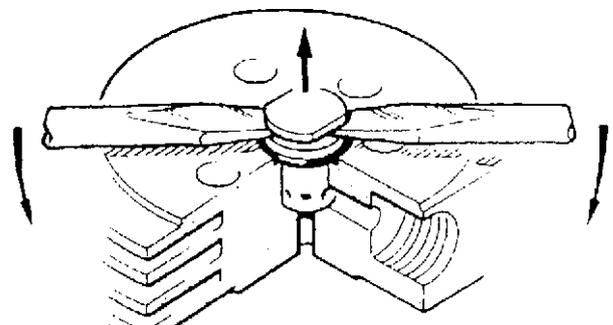

Abb. 9.3 Druckventil 3. Stufe, Ausbau
- Hutmutter (1) abschrauben und den freigewordenen Gewindestift (3) einige Umdrehungen lösen.
- Die Innensechskantschrauben, mit denen der Ventilkopf (7) befestigt ist, herausschrauben. Ventilkopfdeckel (8) abnehmen.
- Zwei Schraubenzieher in die Rille im Druckventil (5) mit O-Ring (4) heraushebeln (Abb. 9.3). Bei Bedarf kann das Ventil zunächst an der Schlüssel­fläche (13 mm) gedreht und somit gelockert werden.